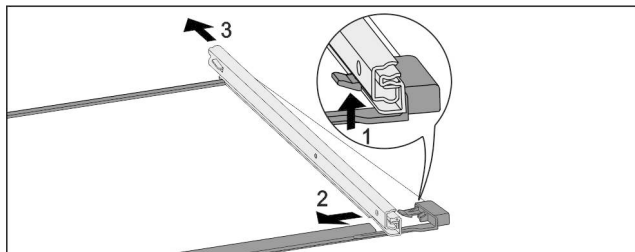

Fig. 133 Üveglap sínekkel
- Nyomja felfelé az elülső akasztókampót. Fig. 133 (1)
- Tolja ki oldalra Fig. 133 (2) és hátra Fig. 133 (3) a kihúzó-sínt.